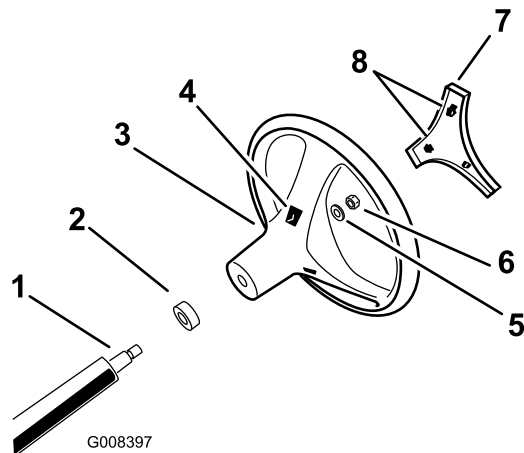

Figure 3
1. En passant par les ouvertures à l'arrière du volant, dégagez les languettes de verrouillage du couvre-moyeu et déposez le couvre-moyeu du volant (Figure 3).
2. Retirez le contre-écrou et la rondelle de l'arbre de direction (Figure 3).
3. Alignez le volant sur les cannelures de l'arbre de direction (Figure 3).
4. Montez la rondelle et le contre-écrou sur l'arbre de direction (Figure 3).
6. Alignez les languettes de verrouillage du couvre-moyeu sur les ouvertures dans le volant et enfoncez le couvre-moyeu jusqu'à ce que les languettes s'enclenchent en place (Figure 3).